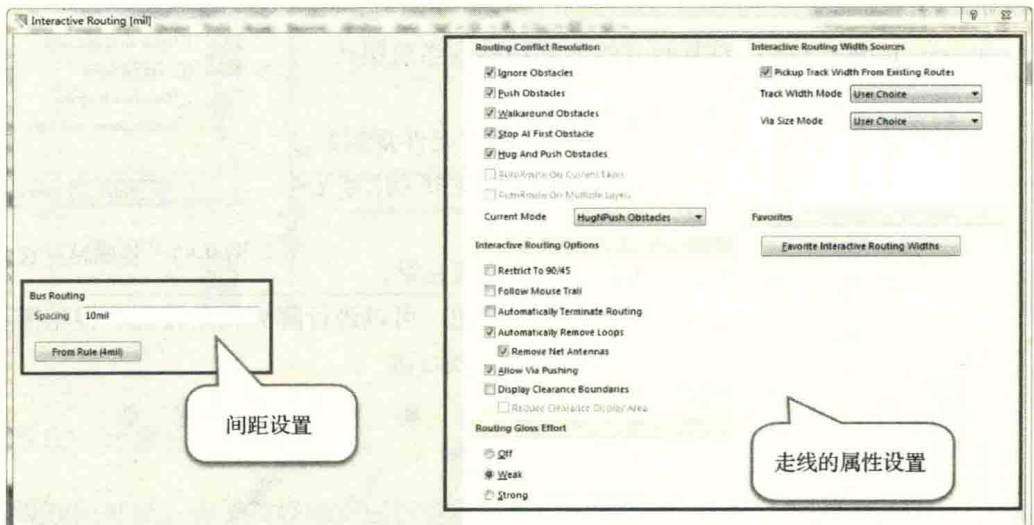

图 9-91 多条走线间距及属性设置
(2) 设置多条走线：执行菜单命令“Route-Interactive Multi-Routing”（快捷键“UM”）或者图标命令, 单击选中多条走线的顶点，移动鼠标进行拉线，在走线状态下按“Tab”键，可以进行多条走线间距及属性设置，如图 9-91 所示。